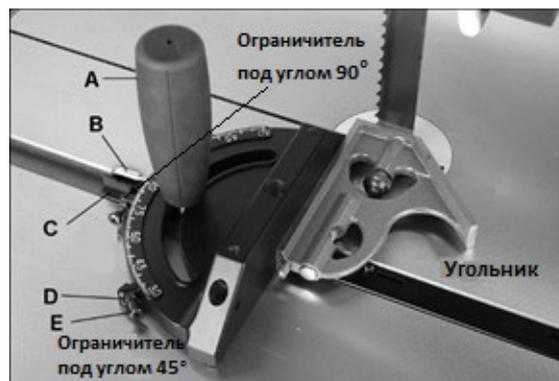

Рис. 35: настройка приспособления для распила под углом
1. Приложите угольник к передней поверхности приспособления для распила под углом и к поверхности пильного полотна, как показано на Рис. 35. (Угольник должен устанавливаться именно к поверхности полотна, а не к зубьям, которые расположены шире, чем основное полотно). Для данной процедуры предпочтительно использовать широкое пильное полотно.
2. Отщелкните 90° -градусную стопорную пластину (Рис. 35, С) и ослабьте рукоятку (Рис. 35, А). Смещайте корпус приспособления до тех пор, пока он не будет располагаться вровень с угольником, затем затяните рукоятку (Рис. 35, А).
3. Защелкните стопорную пластину (Рис. 35, С) обратно и ослабьте стопорную шестигранную гайку. Закручивайте винт, пока он не коснется стопорной пластины.
5. Ослабьте установочный винт в основании указателя (Рис. 35, В) и сместите указатель таким образом, чтобы он совпал с отметкой 90° на шкале.
Ограничители для распила под углом 45° проверяются подобным образом с помощью угловой шкалы, изображенной на рис. 35.
1. Ослабьте рукоятку (Рис. 35, А).
2. Поворачивайте корпус приспособления, пока указатель (Рис. 35, В) не укажет на желаемый угол на шкале. Возможно, вам придется отвернуть стопорную пластину (Рис. 35, С) в сторону, чтобы корпус мог повернуться.
3. Затяните рукоятку (Рис. 35, А).
4. Приспособление для распила под углом имеет три ограничителя – под углом 90° , под углом 45° правый и левый. Каждый ограничитель можно отрегулировать, ослабив шестигранную гайку (Рис. 35, D) и по необходимости закручивая винт (Рис. 35, E). По завершении регулировки затяните шестигранную гайку (Рис. 35, D).